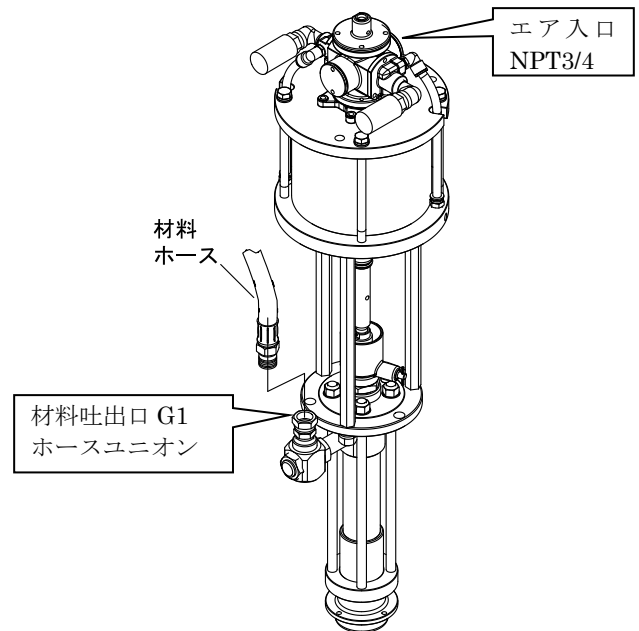

Fig.3
- 1) ポンプ制御エアをエア入口 (NPT 3/4) に接続してください。(Fig.3)
- 2) 材料ホースを材料吐出口 (G1) に取付けてください。(Fig.3)